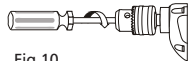

Fig.10
2. Inserte una llave hexagonal (1) en el broquero (2) y apriete las mordazas (3). Asegúrese que las tres mordazas del broquero se ajusten sobre las superficies planas de la llave hexagonal.
3. Golpetee la llave hexagonal con un mazo (4) en dirección hacia la derecha. Esta acción aflojara el tornillo del mandril y facilitara su extracción.
6. Retire el tornillo del mandril con un destornillador punta de cruz #2 (Fig. 10).